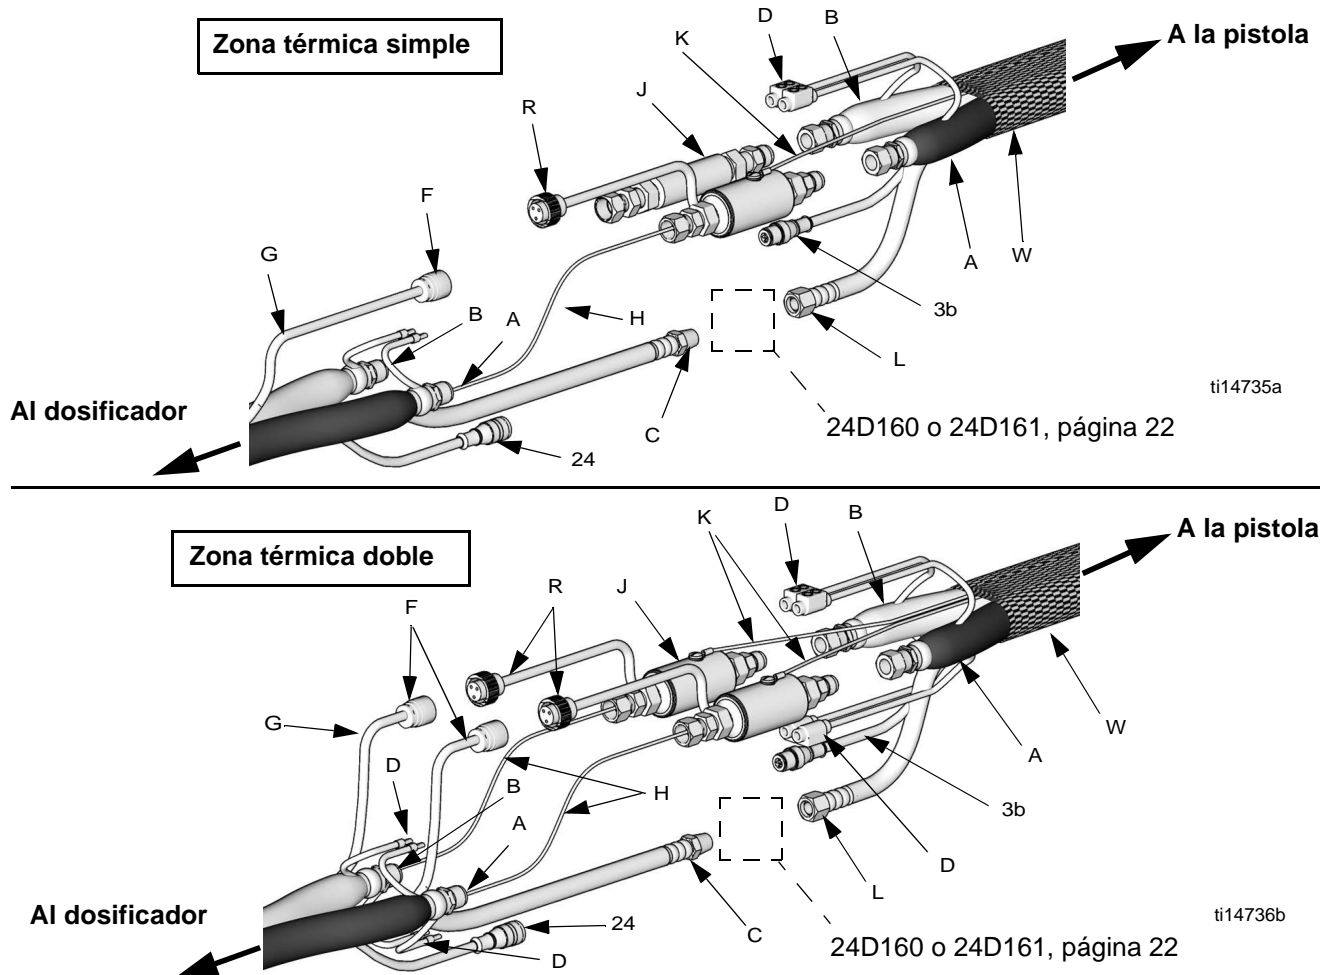

Fig. 13: Conexiones del FTS
- Retire la cubierta del motor y conecte el cable del solenoide (206) con el cable (2B).
- Para los kits de solenoide 24D160 y 24D161: Conecte la válvula (201) entre el último conjunto de manguera y la manguera de flexible de conexión con amarres de cremallera (no suministrados). Vea la FIG. 13.